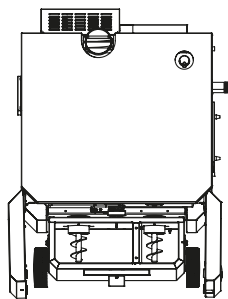

FIGURE 2
- Embrayer les entrées du chariot dans les deux vis sans fin saillantes (FIGURE 2).